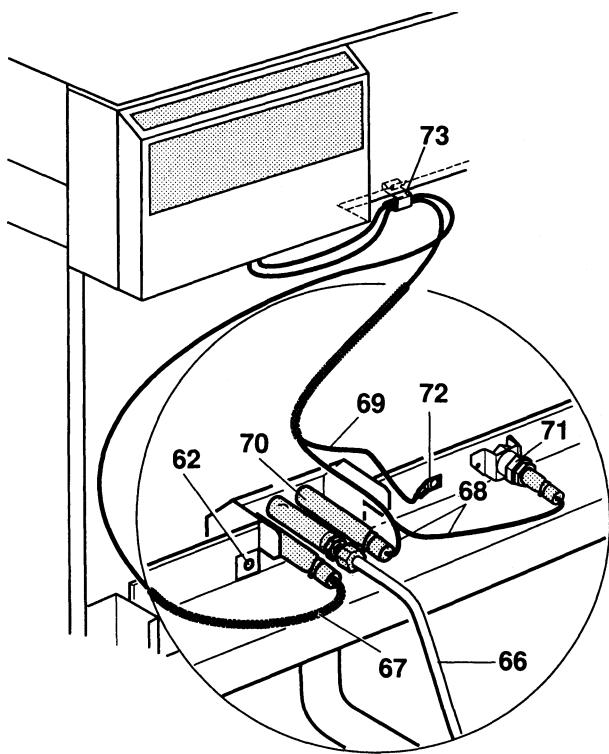
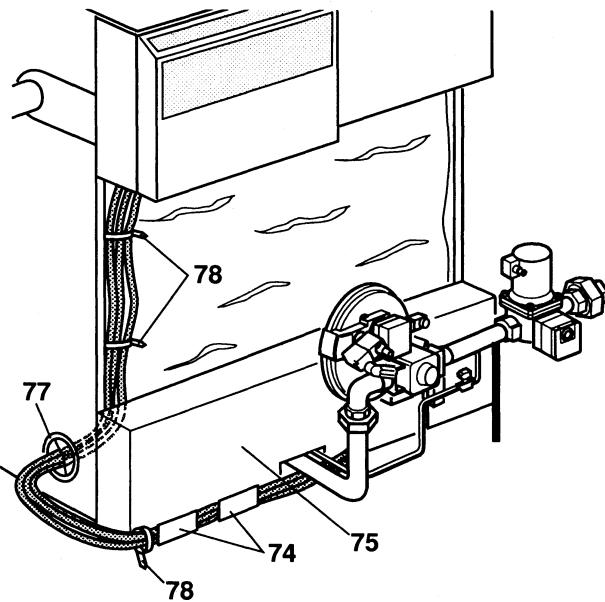

Рис. 31
Рис. 33
- К горелке (2) подключить заранее смонтированную газовую арматуру (61).
- После подключения газовой арматуры (61) незамедлительно установить опору (65).
- Собранный на держателе (63) узел горелки вставить в соответствующее окно топки (64) и прикрепить держатель к плате горелки (2) двумя болтами M5 и шайбами (62).
- Подключение подачи газа с левой стороны является возможным, повернув газовую арматуру (61) на 180° и переставив соответственно контур подачи газа для пуска (66), см. рис. 31.
Внутренние контуры электрического подключения к газовой арматуре и к пусковой горелке должны быть выполнены так, как это показано на рис. 31 и рис. 33 и зафиксированы во избежание соприкосновения с горячими поверхностями.